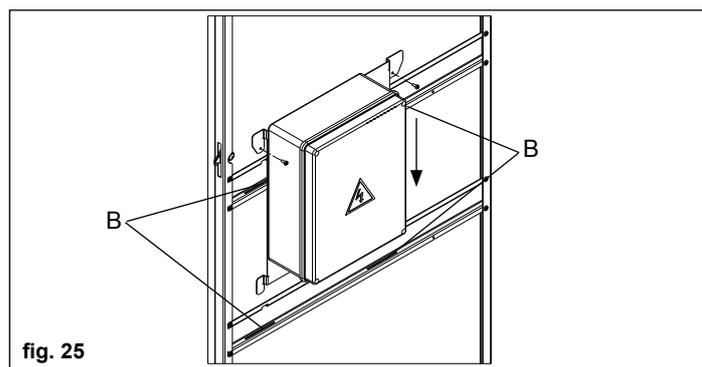

fig. 25
- Tagliare le fascette di aggancio della scatola schede di gestione al distributore idraulico, posizionare la scatola sulla porta del box inserendo i ganci superiori e inferiori nelle asole (B) delle staffe presenti sulla porta stessa (fig. 25)
- Fissare le due viti 3.9x9.5 a corredo nei fori dei ganci superiori per impedirne la fuoriuscita dalle sedi (fig. 25)